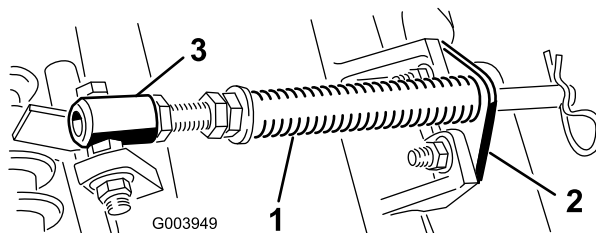

Figure 4
- A. Retirez les 2 boulons de carrosserie et les écrous de fixation du support de tige aux pattes du plateau de coupe (Figure 4).
- B. Retirez l'écrou à embase qui fixe le boulon du tube de ressort à la patte du bâti porteur (Figure 4). Déposez l'ensemble.
- C. Montez le boulon du tube de ressort sur la patte opposée du bâti porteur et fixez-le en position avec l'écrou à embase. La tête du boulon doit être à l'extérieur de la patte, comme illustré à la Figure 4.